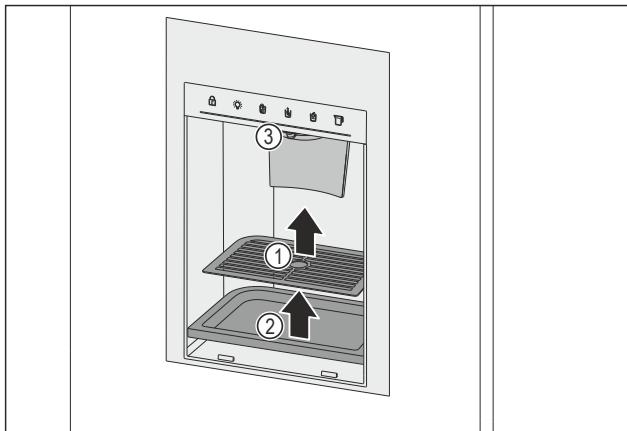

Fig. 158 Изваждане на решетката и тавичката за събиране на капки
- ▶ Извадете решетката за събиране на капки Fig. 158 (1).
- ▶ Извадете тавичката за събиране на капки Fig. 158 (2).
- ▶ Почистете изпускателния отвор Fig. 158 (3) и около него с мека, чиста кърпа, хладка вода и малко препарат за съдове.